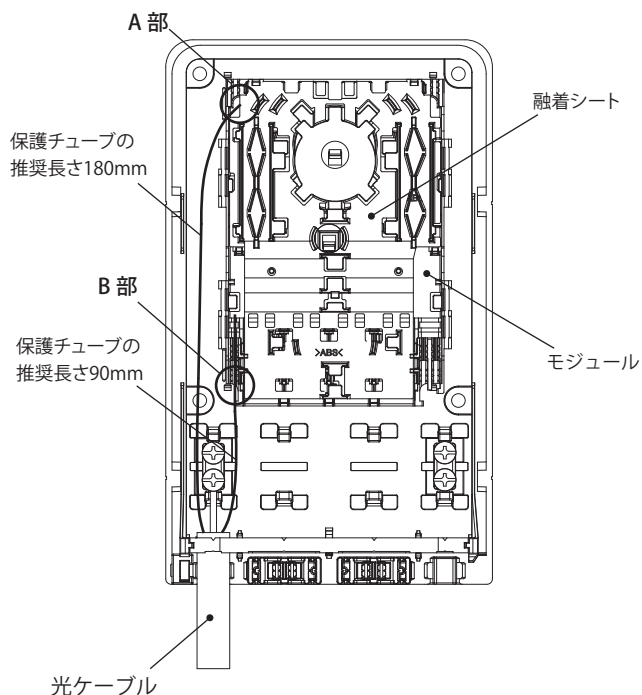

図1
1. 光ケーブルからモジュール内への配線は、A部またはB部より入線してください。(図1)
2. 光ファイバの余長はモジュール内の融着シート部に収納してください。(図1)